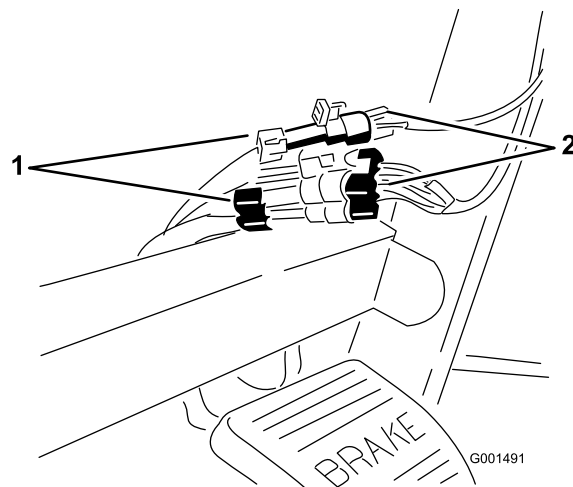

図 7
- スプレープロの電気コードのコネクタを、ダッシュボード下にあるコネクタに接続する (図 7)。